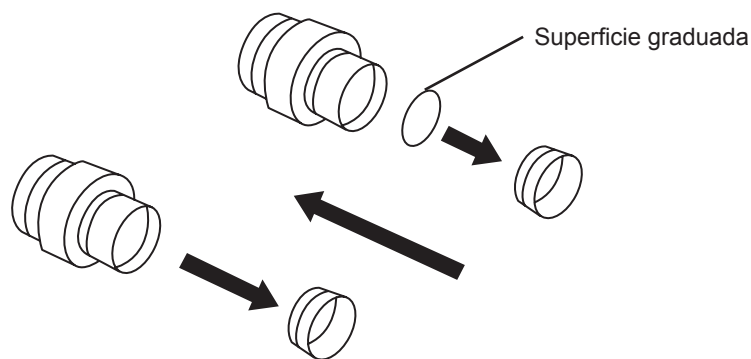

Figura 5.
1. Gire y retire el anillo de montaje del ocular (Figura 5).